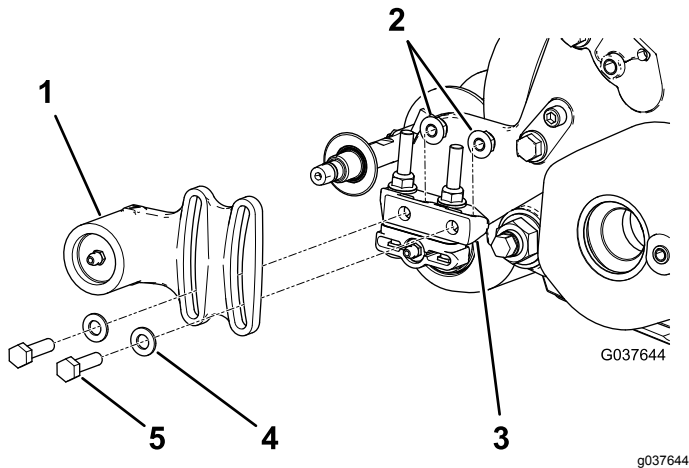
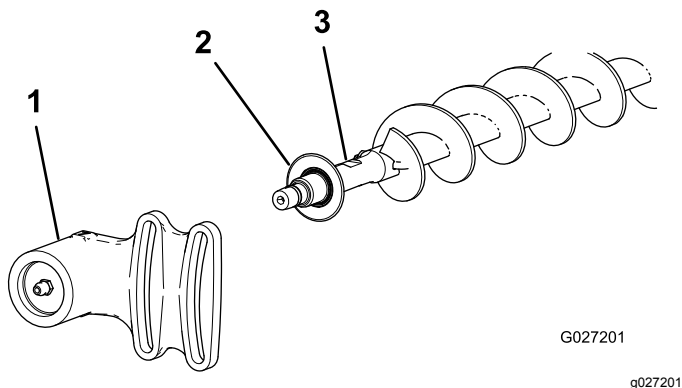

Figura 20
Figura 21
1. Se sull'apparato di taglio è installata una spazzola per rulli, toglie i 2 bulloni, le rondelle e i dadi che fissano l'alloggiamento del cuscinetto secondario alla staffa di montaggio dell'alloggiamento del cuscinetto (Figura 20 e Figura 21).
2. Fate scorrere l'alloggiamento del cuscinetto secondario e la guarnizione fino a estrarle dall'albero della spazzola (Figura 21).
9. Installate la guarnizione e l'alloggiamento del cuscinetto secondario sull'albero della spazzola (Figura 21).